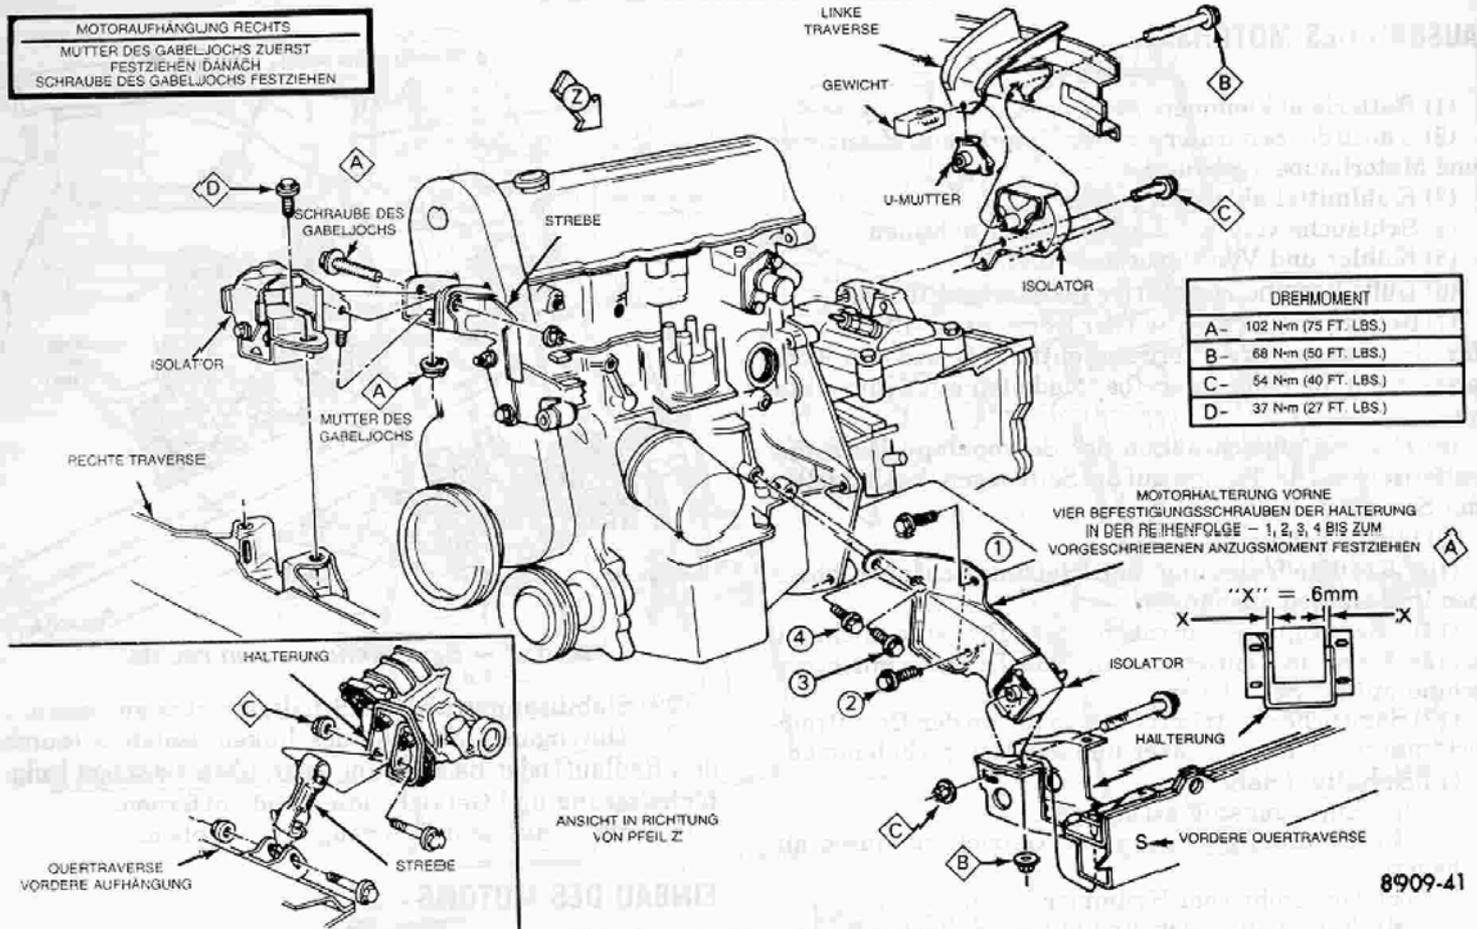

Abb. 3 – Motoraufhängung
(14) Automatikgetriebe
- (15) Schraubzwinde vorne am Unterteil des Drehmomentwandlers anbringen, um zu verhindern, daß dieser nach unten durchsackt.
- (16) Getriebehaltevorrichtung einbauen.
- (17) Spritzschutz innen rechts abbauen.
- (18) Masseband abbauen.
- (19) Um den Motor **abzulassen**, rechte Motorhalterung vom Gabeljoch lösen — Um den Motor **anzuheben**, die lange Schraube durch Gabeljoch und Isolator lösen und entfernen. **WERDEN DIE BEFESTIGUNGSSCHRAUBEN ZWISCHEN DEM ISOLATOR UND DER RAHMEN-TRAVERSE GELÖST UND ENTFERNT, SO IST DIE EINBAULAGE DES ISOLATORS AN DER SEITLICHEN RAHMEN-TRAVERSE ZU KENNZEICHNEN, UM DEN LAGERICHTIGEN WIEDEREINBAU SICHERZUSTELLEN** (Abb. 3).
- (20) Befestigungsschrauben zwischen Getriebegehäuse und Motorblock lösen und entfernen.